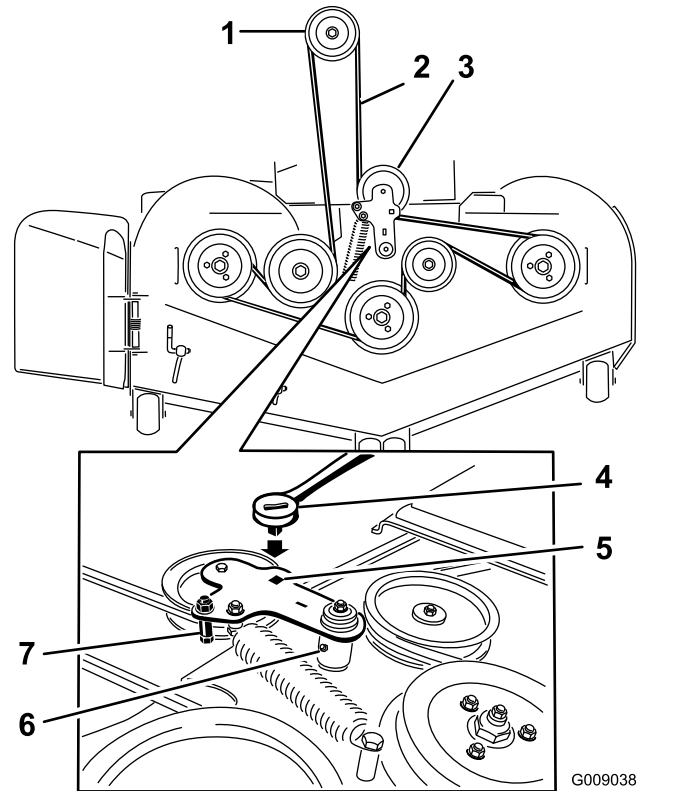

Figura 87
7. Utilize uma lingueta no orifício quadrado no braço intermédio para retirar a tensão da mola intermédia (Figura 87).
9. Retire a guia da correia no braço intermédio da mola (Figura 87).
11. Instale a nova correia à volta das polias do cortador e da polia da embraiagem por baixo do motor (Figura 87).
12. Coloque a guia da correia no braço intermédio (Figura 87).
13. Utilizando a lingueta no orifício quadrado, instale a mola intermédia (Figura 87).